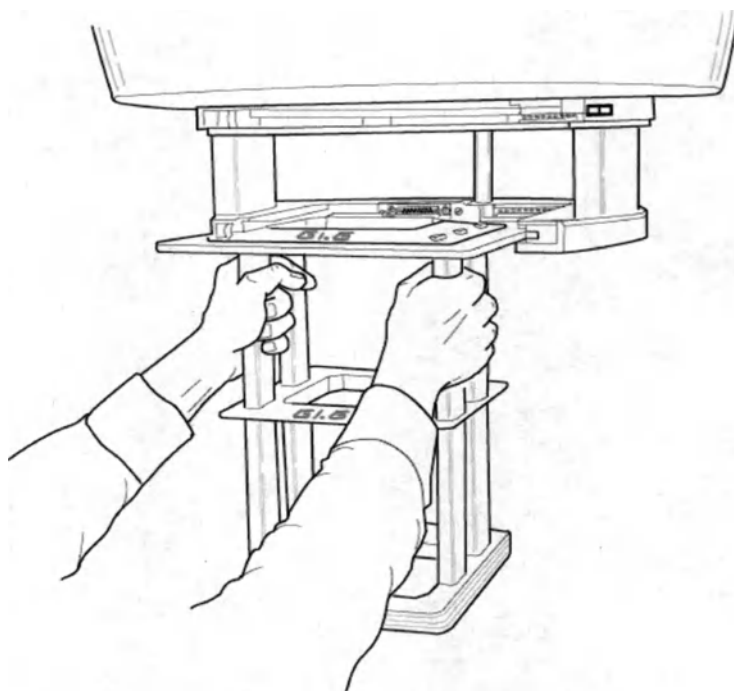

Рис. 55 Монтаж и демонтаж электронного аппликатора
3. Удерживайте электронный аппликатор за опоры-рукоятки (см. Рис. 55 **Монтаж и демонтаж электронного аппликатора** на стр. 277).